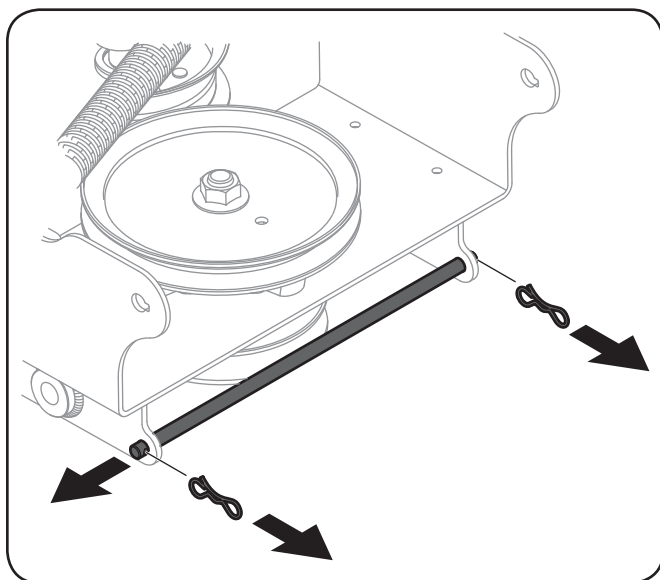

Figure 3-7
2. Retirez la tige située à l'arrière du sous-châssis. Conservez les goupilles fendues et la tige pour utilisation ultérieure. Voir Figure 3-7.